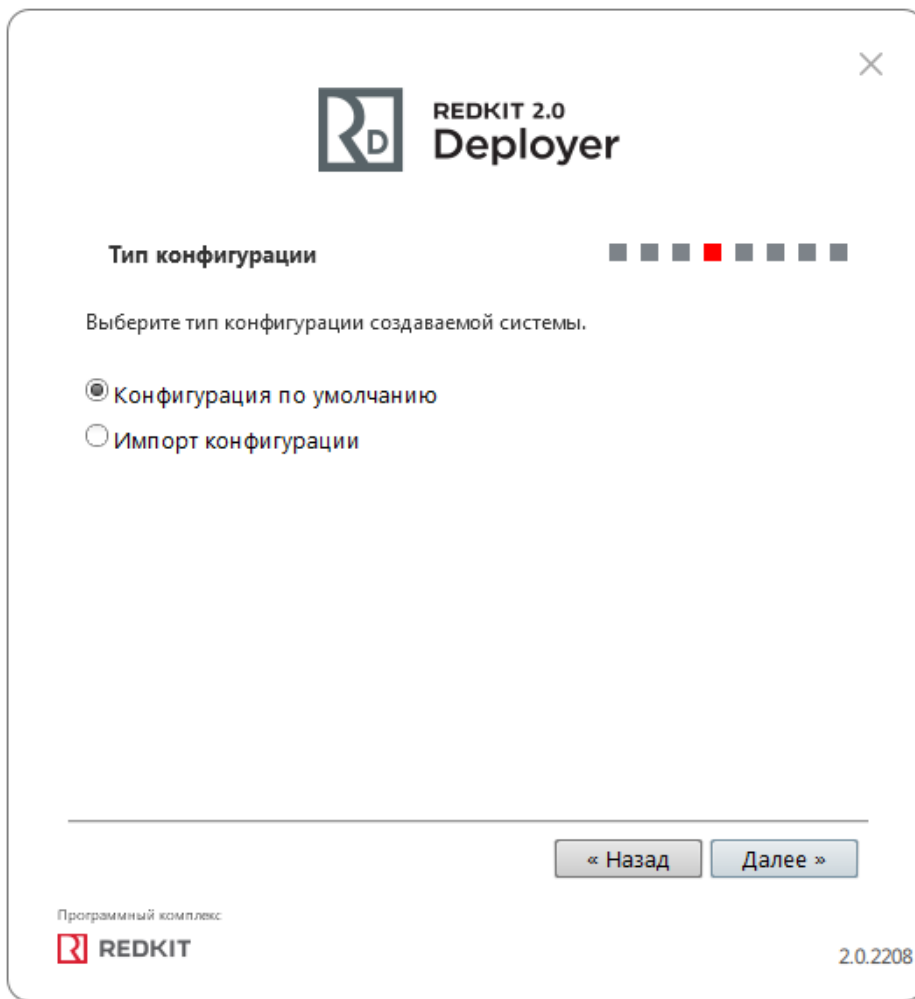

Рисунок 102 - Тип конфигурации
8. Выберите тип конфигурации **Конфигурация по умолчанию** и нажмите **Далее** (Рисунок 102).